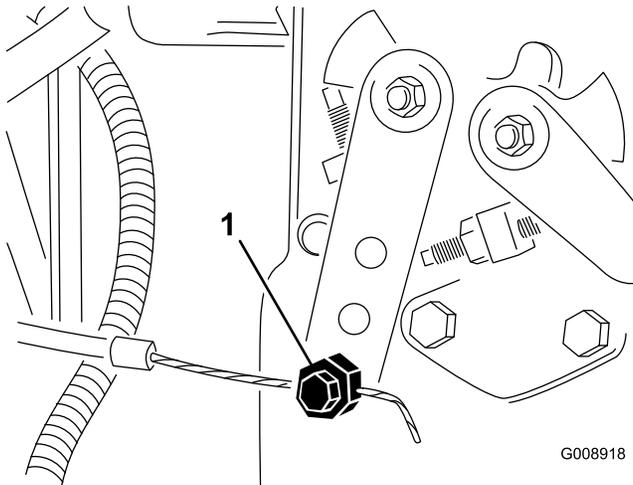

図 54
2. 噴射ポンプのレバー・アーム (図 54) の部分にあるスロットル・ケーブルのコネクタをゆるめる。